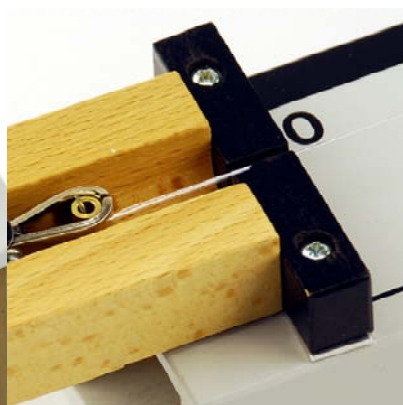

Fig. 2
- Zur Bestimmung der Saitenspannung den Kraftmesser auf das Monochord aufstecken und das Ende der Saite in den Schlitz des Kraftmessers einhängen (Fig. 2).